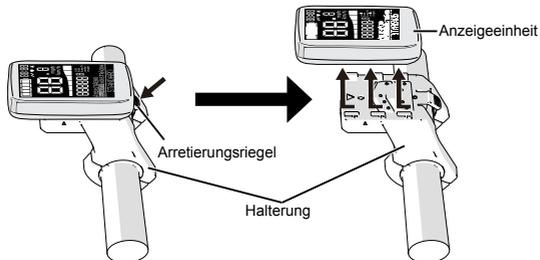

Abb. 1
- 2) Schieben Sie die Anzeigeeinheit in Richtung des Pfeils in der Abbildung, während Sie den Arretierungsriegel an der Halterung nach unten drücken, um die Anzeigeeinheit zu entfernen. (Abb. 1)